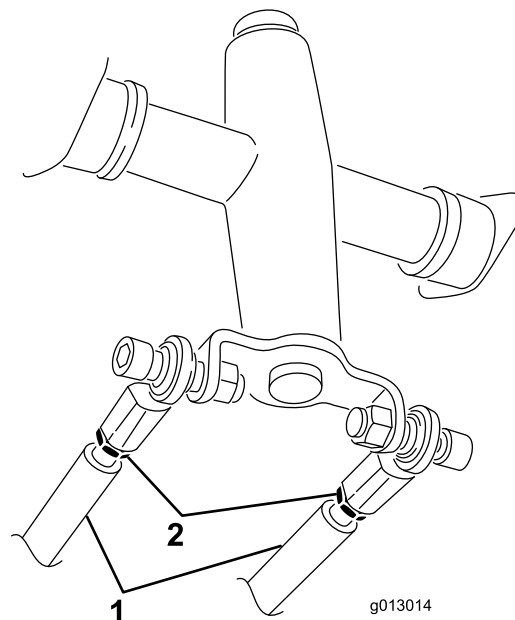

Рисунок 54
3. Ослабьте контргайки на штоках привода под панелью управления (Рисунок 54).